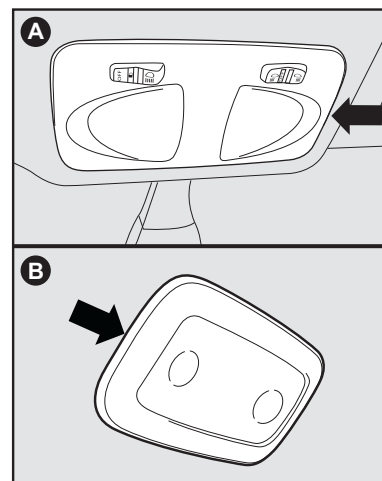
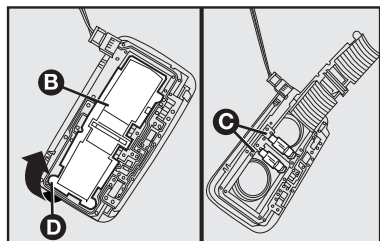

fig. 31
fig. 32
- Utilizando un destornillador (no suministrado) en los puntos indicados por las flechas **fig. 31**, quite la consola de techo completa que está fijada a presión;
- Para la lámpara **A-fig. 31**, abra la tapa, en el sentido indicado por la flecha **fig. 32**;
- Saque la lámpara **C-fig. 32** y sustitúyala y luego cierre la tapa **B-fig. 32**;
Algunas versiones pueden presentar otro tipo de conjunto de luz interna, como el representado en **B-fig. 31**;